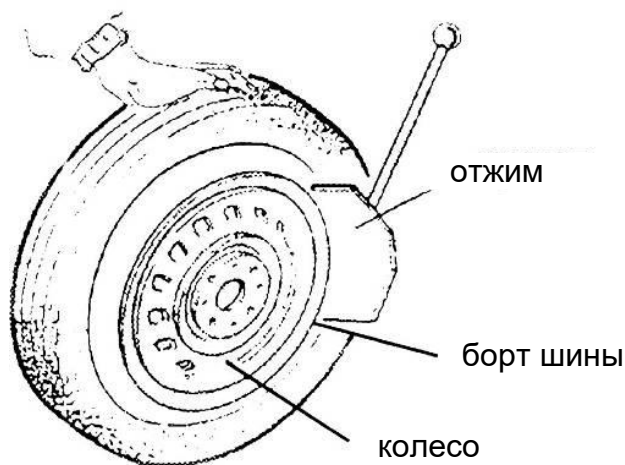

Рисунок 5
6.2.2 Откройте отжимную рукоятку вручную путем наклона ее наружу. Поместите колесо в сборе напротив резиновой накладки. Поместите отжим напротив борта шины на расстоянии около 10 мм от края обода (рисунок 5).
6.2.4 Поверните немного шину и повторите операцию по всей окружности обода колеса пока борт шины полностью не отделится от обода. (рисунок 5).